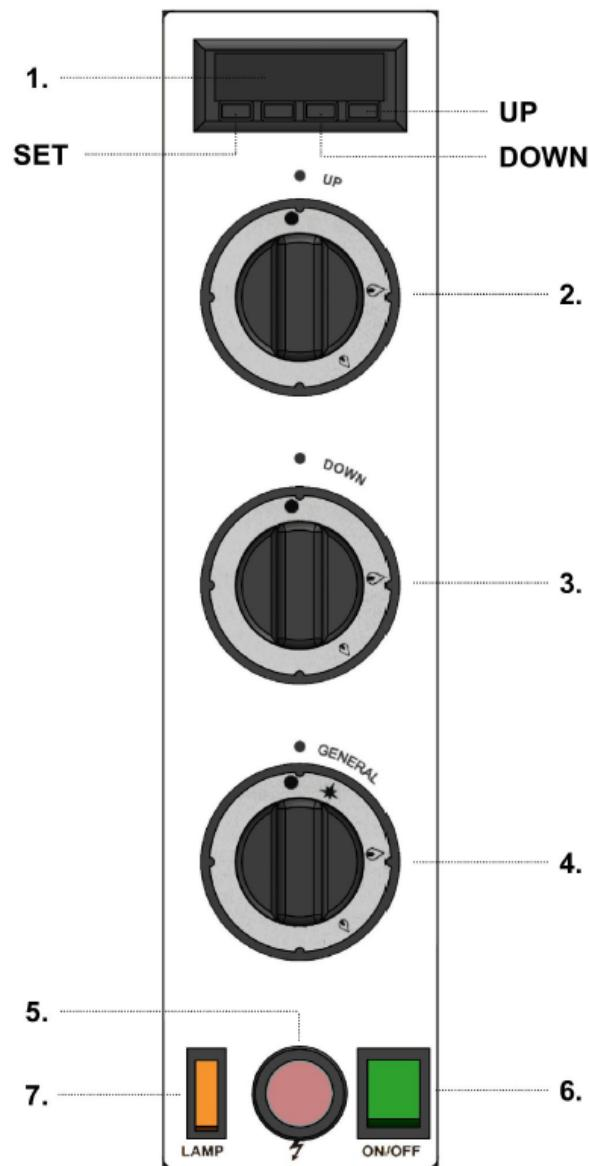

FIG.14
Het bedieningspaneel (FIG.14) is aan de rechterkant aan de voorkant van de oven bevestigd, van hieruit kunnen gebruikers de oven handmatig bedienen of erin koken.
- 3) Druk op de algemene elektrische schakelaar (FIG.14-Rif.6), het groene lampje gaat branden;
- 4) Stel de thermostaat/thermometer in op de werktemperatuur door op de toetsen "set" en "+" of "-" te drukken (FIG.14-Ref.1). Als de gewenste temperatuur iets of lager is dan de atmosferische temperatuur, is het onmogelijk om de branders in te schakelen omdat de thermostaat is aangesloten op de gastoovoer-elektroklep die de gasstroom stopt wanneer de temperatuur de gewenste waarde bereikt.
- 5) Draai de knop van de algemene kraan van de gastoovoer (FIG.14-Ref.4) naar de positie, houd de knop ingedrukt en druk tegelijkertijd herhaaldelijk op de piëzo-elektrische ontstekingspiloot (FIG.14-Rif.5); Laat de knop los als de waakvlam aangaat; De waakvlam moet blijven branden; als dit niet gebeurt, herhaalt u de handeling. Het is mogelijk om de waakvlam te regelen via het lusje aan de rechterkant van het frontpaneel (FIG.3-Ref.2).
- 6) Draai de algemene kraanknop (FIG.14-Ref.4) naar de positie (maximaal vermogen);
- 7) Draai de betreffende kranen van de bovenste brander (FIG.14-Ref.2) en onderste (FIG.14-Ref.3) open en draai ze tegen de klok in naar de positie (maximaal vermogen). De vlam van de ontstekingsbrander zal zich verspreiden naar alle bovenste en onderste branders. Zodra de gewenste temperatuur is bereikt, gaan de branders uit: dat wil zeggen dat ze met tussenpozen stoppen en weer beginnen om de temperatuur te behouden.
Zodra de oven de gewenste temperatuur heeft bereikt (zie punt 5 van deze paragraaf), zichtbaar op de thermostaat/thermometer (FIG.14-Ref.1), is het mogelijk om de pizza in de oven te zetten om te koken.
- 2) Om de binnenkant van de oven te verlichten, drukt u op "aan" het ovenlampje (FIG.14-Ref.7);
- 1) Schakel de oven uit door de knoppen in de stand "Uit" te draaien (FIG.14-Ref.2/3/4);
- 2) Schakel de interne verlichting van de oven uit met de lichtschakelaar (FIG.14-Ref.7);
- 3) Schakel de algemene schakelaar (FIG.14-Ref.6) uit door het groene lampje uit te zetten;